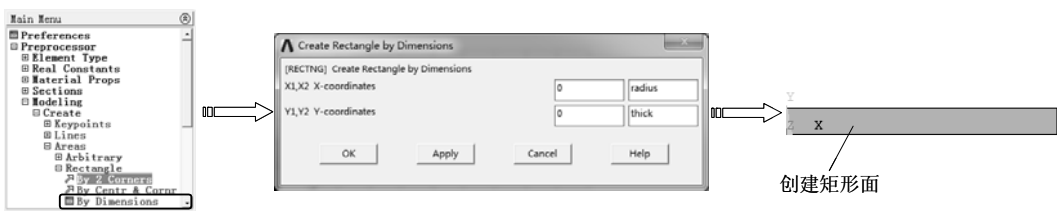

图 9-50 几何尺寸创建矩形面
3) 选择“Main Menu>Preprocessor>Modeling>Create>Areas>Rectangle>By Dimensions”命令，弹出“Create Rectangle by Dimensions”对话框，输入顶点坐标 (0, 0)、(radius, thick)，单击“OK”按钮创建矩形面，如图 9-50 所示。